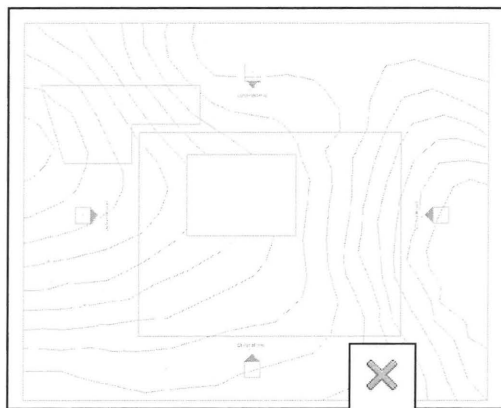

Fig. 10.54.
- Vælg et tegneredskab og tegn omridset af skel linierne som en lukket enhed, fx. som på Fig. 10.54.